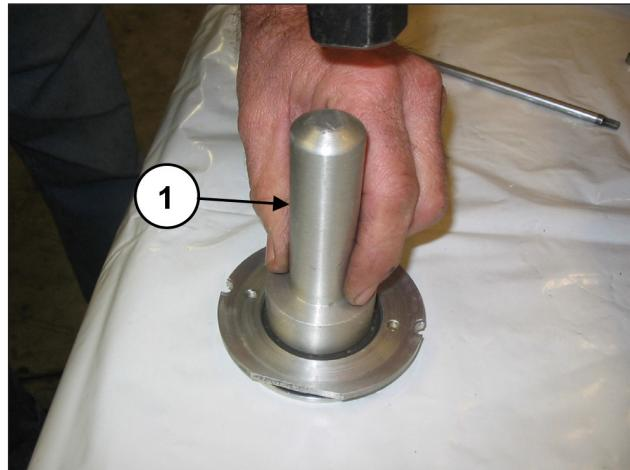

Abb. 174
Montieren Sie den Ölabstreifring mithilfe eines Dorns Art. 27910900 in seinen Deckel (Pos. ①, Abb. 174).